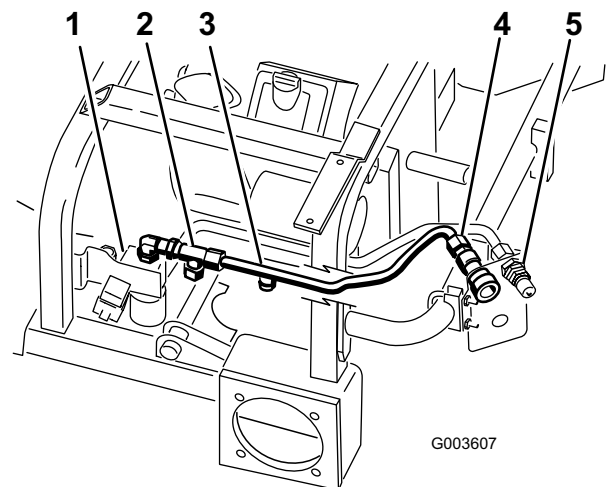

Figure 15
4. Placez la conduite hydraulique N° 2 dans la machine comme illustré à la Figure 15.
5. Placez la conduite hydraulique N° 2 sur le raccord en T accouplé au raccord coudé à 90° et en haut de la valve (Figure 15).
6. Placez la conduite hydraulique N° 2 sur le raccord femelle supérieur (Figure 15).